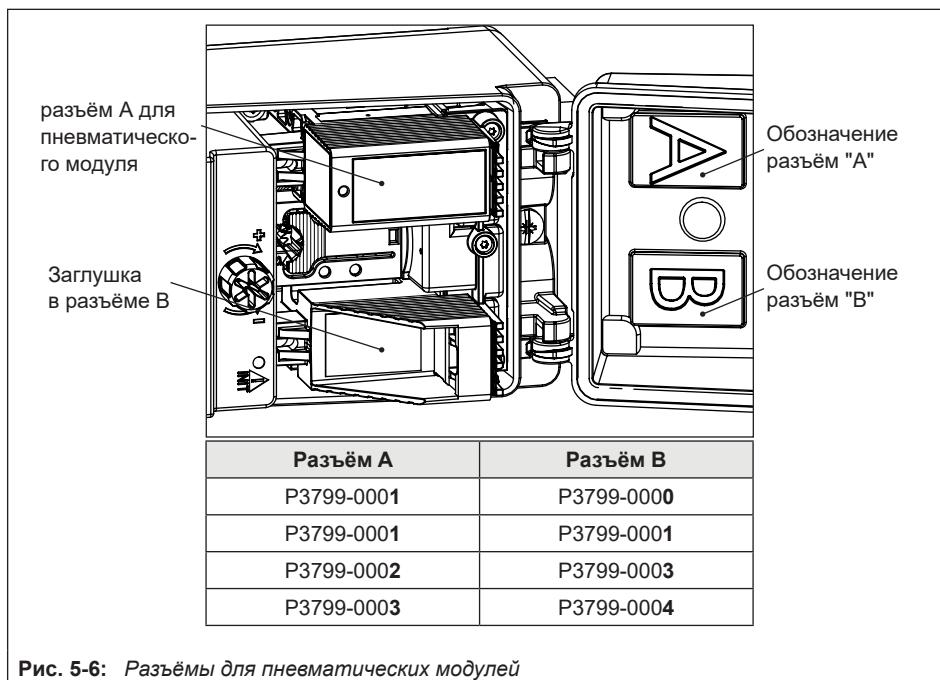

Рис. 5-6: Разъёмы для пневматических модулей
На позиционере для пневматических модулей предусмотрены два разъёма, см. Рис. 5-6.
1. Следует учитывать допустимые сочетания пневматических модулей согл. Рис. 5-6.